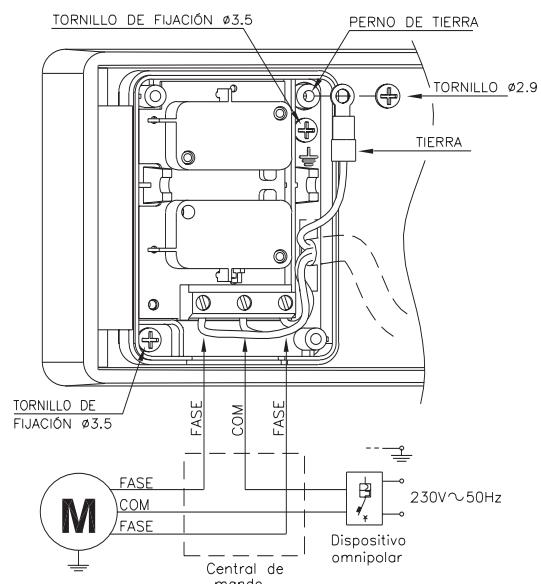

fig. 3
- montar la botonera dentro de la caja como muestra la fig.3, bloqueándola mediante los 2 tornillos contenidos en el kit.
- ejecutar las conexiones eléctricas como muestra la fig.3; bloquear el terminal de tierra con el perno de aluminio.